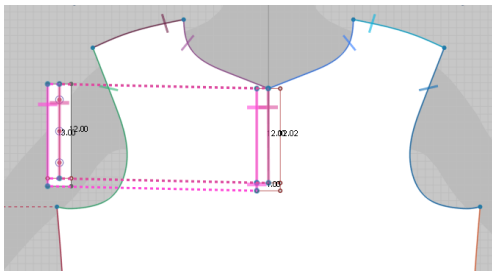

图 4-2-10 底襟缝合
① 选择 2D 视窗工具栏中“（自由缝纫）”工具，分别单击底襟左侧边线端点，再分别单击前片衣身右侧开口处对应缝合线端点，设置对应缝合；分别单击底襟中线端点，再分别单击前片衣身右侧开口处对应缝合线端点，完成底襟与衣身缝合设置，如图 4-2-10 所示。